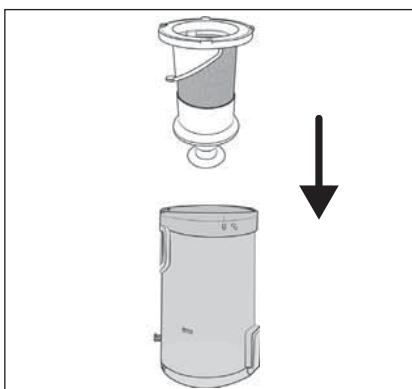

Fig. 26
- 6) Inserire il filtro in acciaio inox ❶ nel contenitore di raccolta dello sporco ❷ e spingerlo fino in fondo (vedere fig. 26). Tenere conto dei due fermi di grandezza diversa presenti sul filtro in acciaio inox ❶. Grazie a questi fermi il filtro in acciaio inox ❶ può essere inserito nel contenitore di raccolta dello sporco ❷ solamente in una posizione.